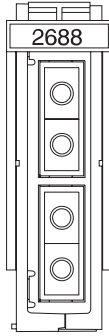

Abbildung 11. OLP-Karte 2688
- ___ 2. Suchen Sie die OLP-Karte 2688 (Abb. 11 auf Seite 14) an der Rückseite der Systemeinheit.